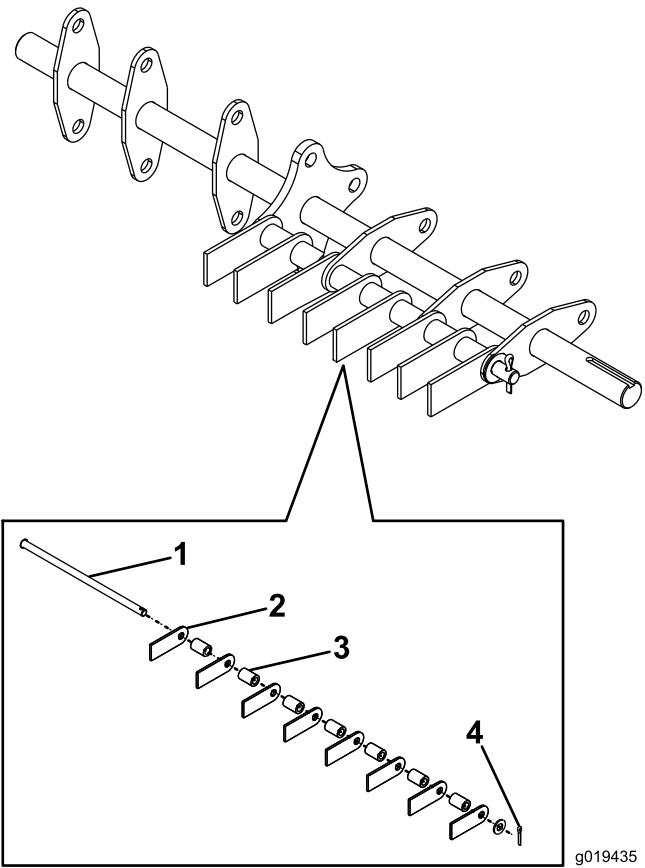

Figure 20
5. Retirez la goupille fendue de la tige sur laquelle est montée la lame-fléau usée (Figure 20).
6. Tirez avec précaution sur la tige pour débloquer les fléaux et les entretoises (Figure 20).